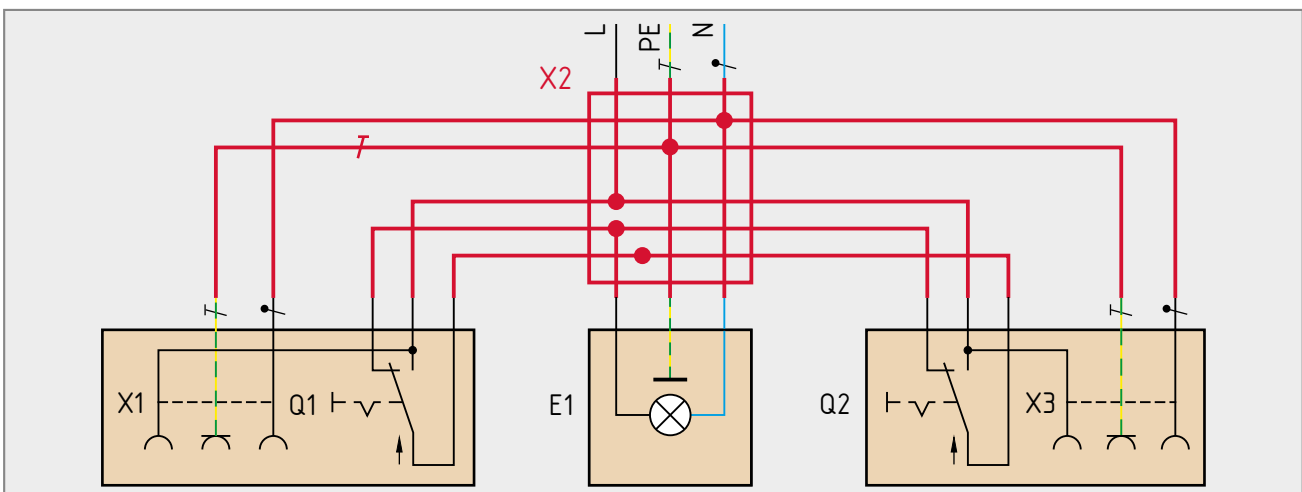

Bild 3: Sparwechselschaltung
19. Vervollständigen Sie die Sparwechselschaltung mit Steckdosen nach **Bild 3**.